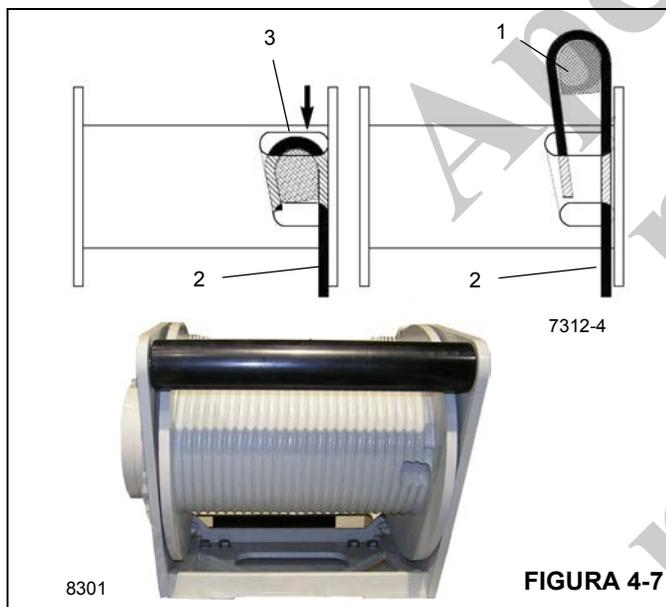

FIGURA 4-7
3. Insira o cabo através da fenda e posicione-o em volta da cunha de fixação (1, Figura 4-7).